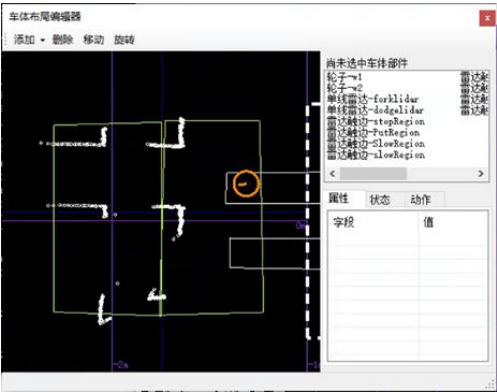

图 5.4-1
2. 将货叉高度调整到激光雷达能看到待检测固定参照物的高度。打开“车辆配置”标签页的“车体布局编辑器”页面，若发现点云残缺的情况，请检查叉尖雷达的安装是否歪斜，或者货叉是否没有下降到下限位，或者将托盘稍微远离叉车。点云完整后进入下一步。图 5.4-1 情况即为常见三腿托盘点云残缺的情况。